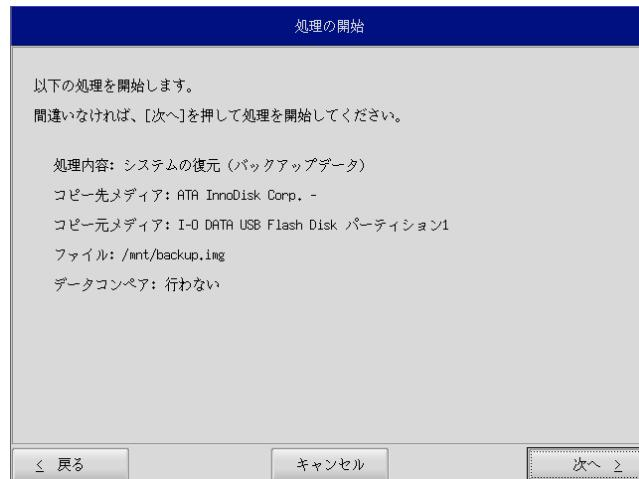

図5-3-6. 確認画面
- ⑪ 確認画面（図5-3-6）が表示されます。メディア、パーティション、保存ファイルを確認します。